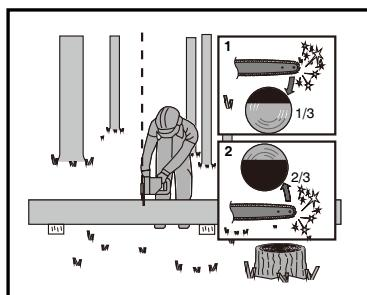

Figura 5
Cuando el tronco esté apoyado en ambos extremos, como se ilustra en la figura 5, corte 1/3 del diámetro desde la parte superior (sobrecreto) (1). A continuación, realice el corte final subiendo (2) los 2/3 inferiores para que coincidan con el primer corte.